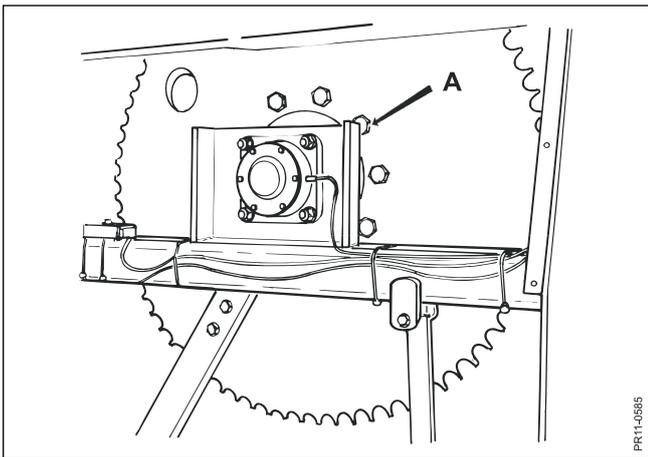

Fig. 9.9
- Fig. 9.9** Revise los pernos de las poleas cada 6 meses : grande (A) (640 Nm.) y pequeña (B)